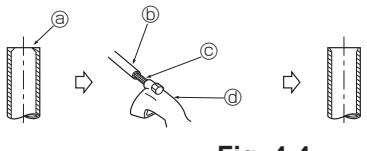

Fig. 4-4
4.2.2. Αφαίρεση ανωμαλιών (Fig. 4-4)